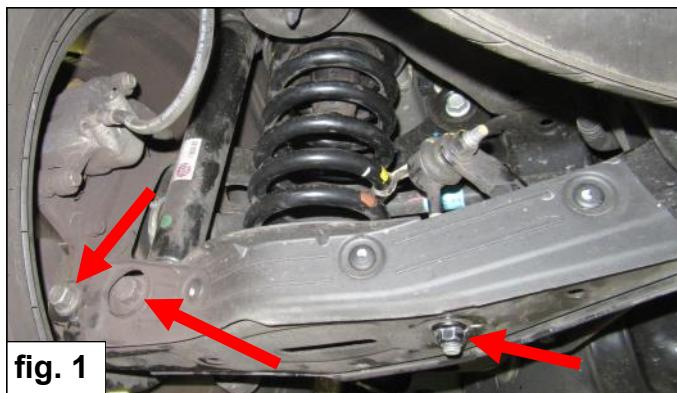

fig. 1
2. Desserrez les fixations qui unissent la barre stabilisatrice au bras de suspension. *Voir fig. 1.*
3. Soutenez le bras de suspension et enlevez le boulon du bras de suspension côté roue et le boulon inférieur de l'amortisseur. **Attention:** **le bras de suspension est sous tension.** *Voir fig. 1.*